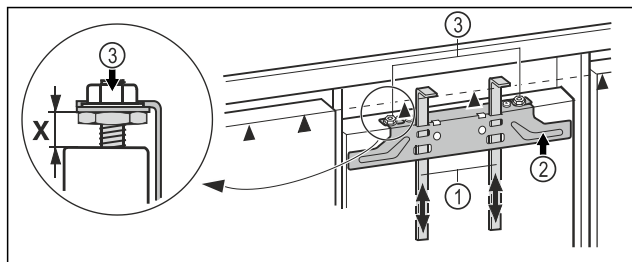

Fig. 37
- ▶ Împingeți ajutoarele de montaj Fig. 37 (1) până la înălțimea ușii mobilierului. Marginea inferioară de blocare ▲ a elementului auxiliar de montaj = marginea superioară a ușii mobilierului ce trebuie montată.
- ▶ Deșurubați traversa de fixare Fig. 37 (2) prin intermediul contrapiulițele Fig. 37 (3).